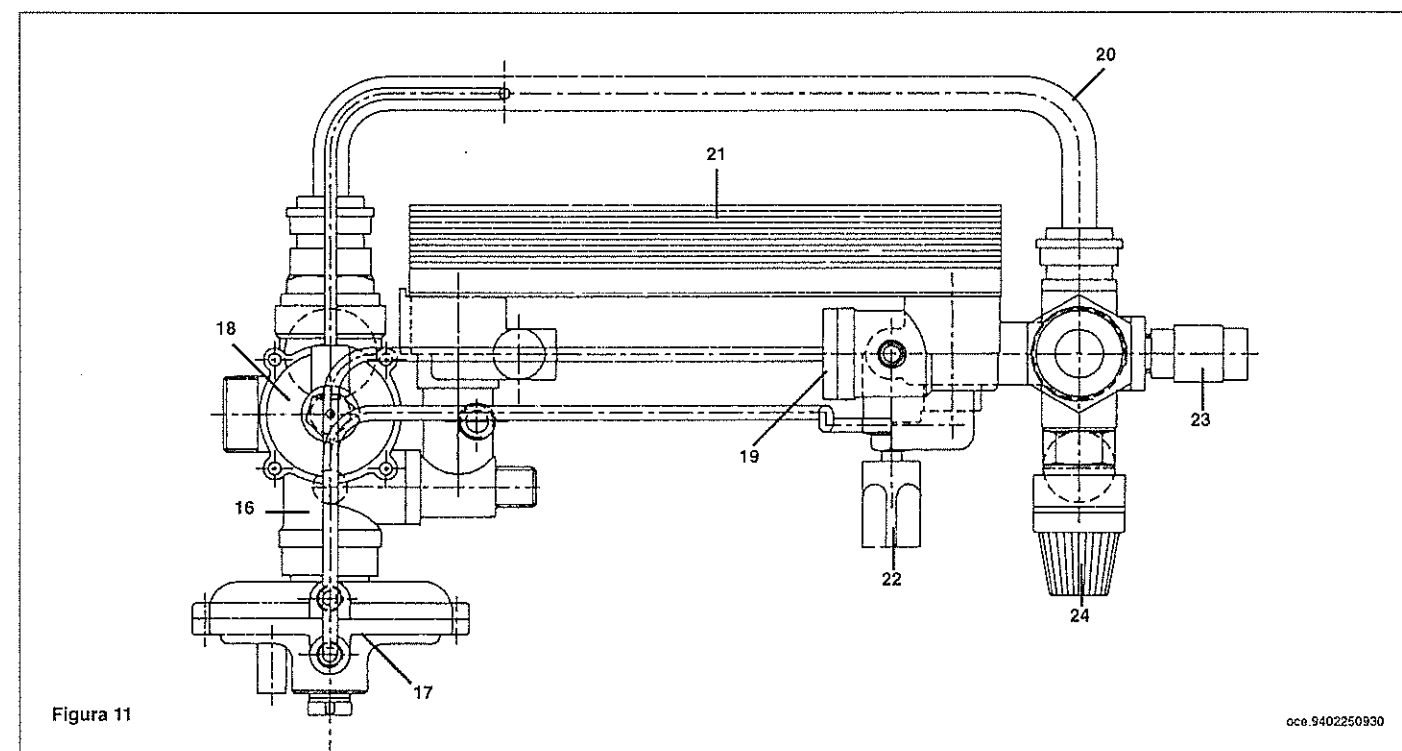

Figura 11
- Quitar los dos tubos de conexión (figura 11 - página 21) entre el grupo de precedenza sanitario (17) y el sensor de flujo (19).
- Desenroscar la tuerca del grupo sensor de flujo (19).